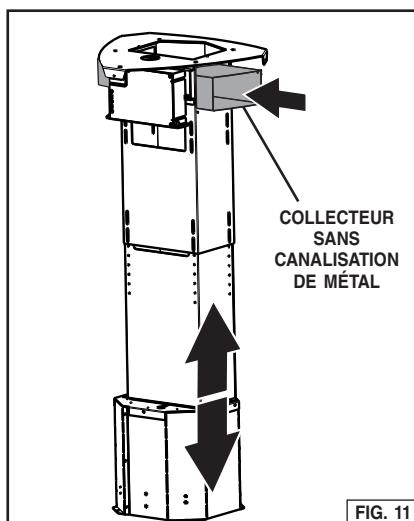

FIG. 11
- Si l'appareil n'est pas canalisé, insérez le collecteur sans canalisation de métal dans le corps de la hotte. Fig. 11.